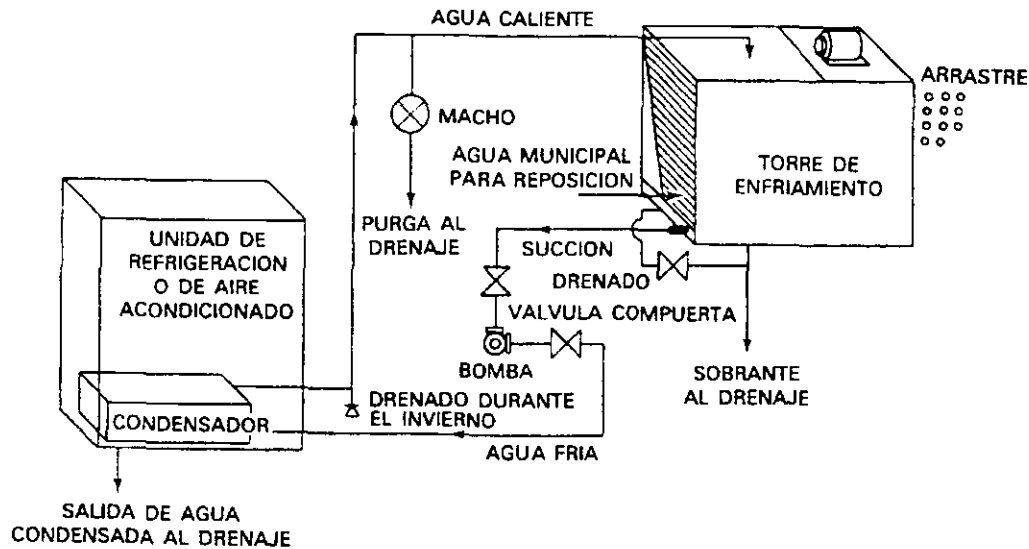

FIGURA R12-20 Instalación normal de una torre de enfriamiento (Cortesía de Marley Cooling Tower Company.)
- Se debe ubicar entre la torre y la unidad de refrigeración o de aire acondicionado para que el agua se succione de la torre y se "empuje" por el condensador. Véase la figura R12-20, donde se presenta un diagrama normal. Se acostumbra colocar una válvula de control de flujo en el tubo de descarga de la bomba. La válvula de compuerta es satisfactoria.